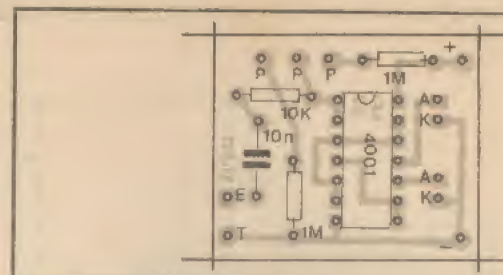

Fig.3
- FIG. 3 - LAY OUT DO CIRCUITO IMPRESSO ESPECÍFICO - A placa é uma *caquinha*, do tamanho de uma caixa de fósforos, e com padrão cobreado (a figura mostra-o, em negro, tamanho natural...) simples e *descongestionado*... Bastará